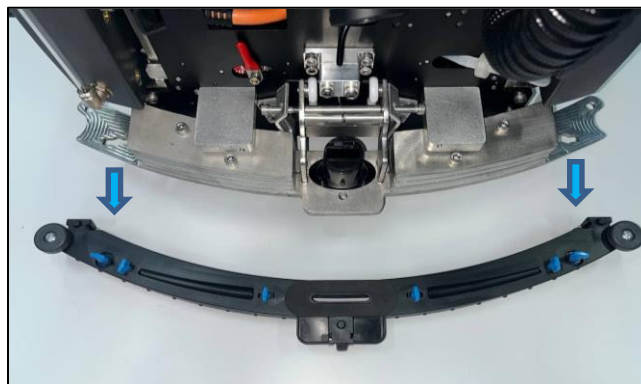

Fig. 3
2. Détachez la cartouche de la raclette du support en poussant les deux fixations hors de leur trou (Fig. 3).